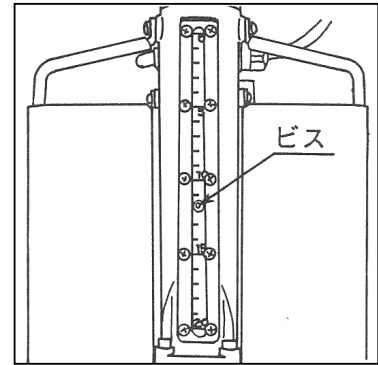
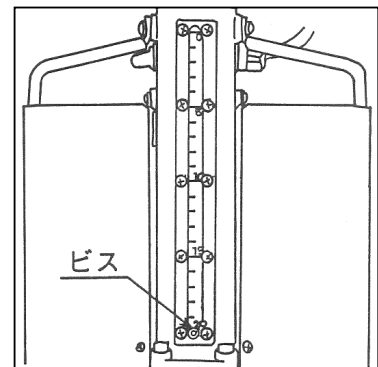

図5-1
図5-2
②スイッチをONにする。
③送り確認用窓のビスを確認しながら、表4に示す目盛位置にビスが移動するまで送りハンドルを右に回す。（図5-1、図5-2）
20	12(図5-1)
25, 30, 40, 50	20(図5-2)